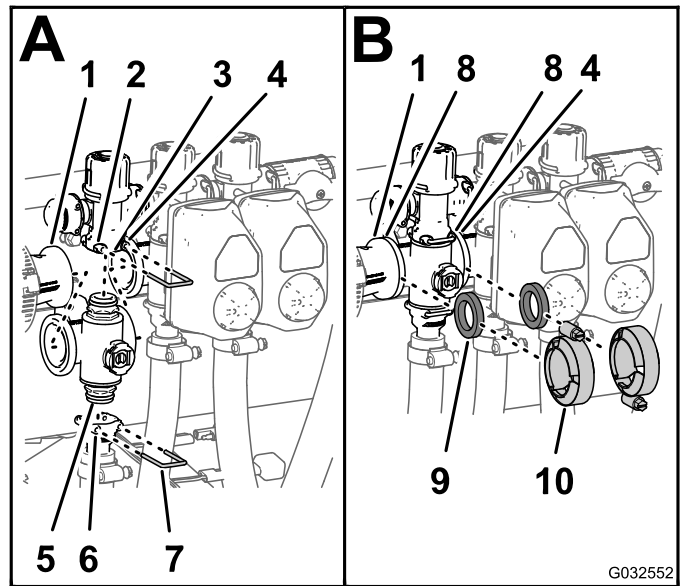

图 110
- 将歧管阀的上端盖接头插入旁通阀接头图 110 中的 A。
- 将卡环插入旁通阀接头的插槽从而将端盖接头固定至旁通阀接头图 110 中的 A。
- 将出口接头组装到歧管阀的下端盖接头上图 110 中的 A。
- 将卡环插入出口接头的插槽从而将端盖接头固定至出口接头图 110 中的 A。
- 在异径管接头凸缘与喷洒臂段阀歧管之间放 1 个垫片图 110 中的 B。
- 以手动夹紧夹具的方式组装异径管接头、垫片和喷洒臂段阀歧管图 110 中的 B。
- 如果要安装 2 个左喷洒臂段阀请在 2 个相邻喷洒臂段阀歧管的凸缘之间放 1 个垫片图 110 中的 B。
- 以手动夹紧夹具的方式组装 2 个相邻喷洒臂段阀歧管和垫片图 110 中的 B。